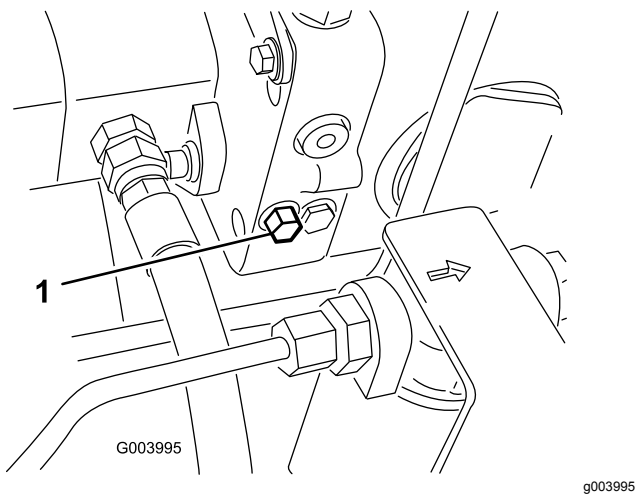

Figure 55
1. La vanne de dérivation est située du côté gauche de l'hydrostat (Figure 55). Tournez le boulon une fois et demie pour ouvrir la vanne et permettre la dérivation interne de l'huile. Il est alors possible de déplacer la machine lentement sans endommager la transmission.